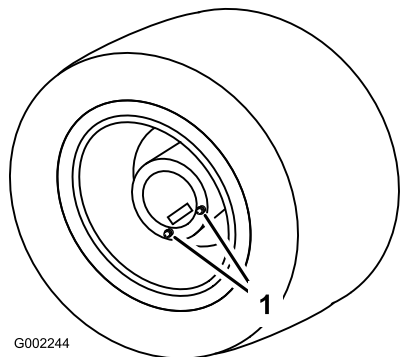

Figure 81
1. Placez le pulvérisateur sur une surface plane et horizontale et positionnez les roues arrière comme montré à la Figure 81.
3. Placez un bac de vidange sous les bouchons de vidange et retirez les bouchons du moyeu (Figure 81).